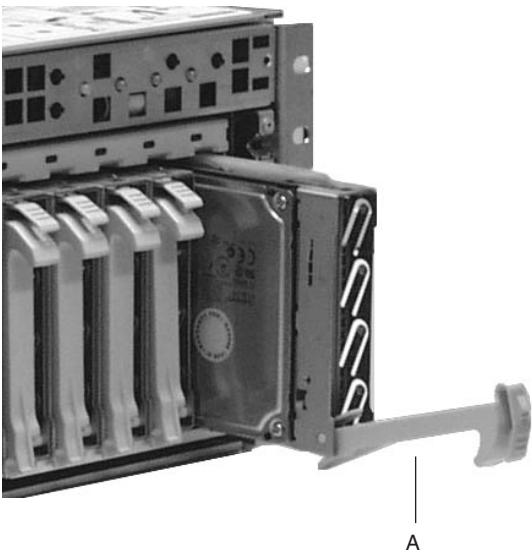

Abbildung 4-3 Lösen des Laufwerksträgers vom Gehäuse
- 5. Ziehen Sie die Griffsperrle zu sich hin, um die Verbindung zwischen Laufwerk und Rückwandplatine zu lösen. Die Griffsperrle ist in Abbildung 4-3 mit „A“ bezeichnet.